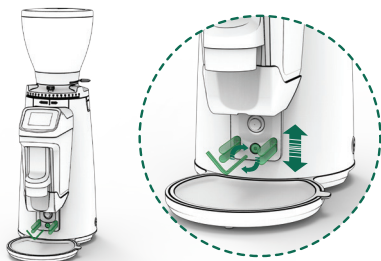

Fig. 5
1. Aflojar el tornillo (15) usando una llave Allen #4 incluida con su molino.
2. Ajustar el soporte (9) a la altura deseada utilizando el portafiltro como punto de referencia.
3. Apretar el tornillo (15) con la llave Allen #4 suministrada (Fig. 5).